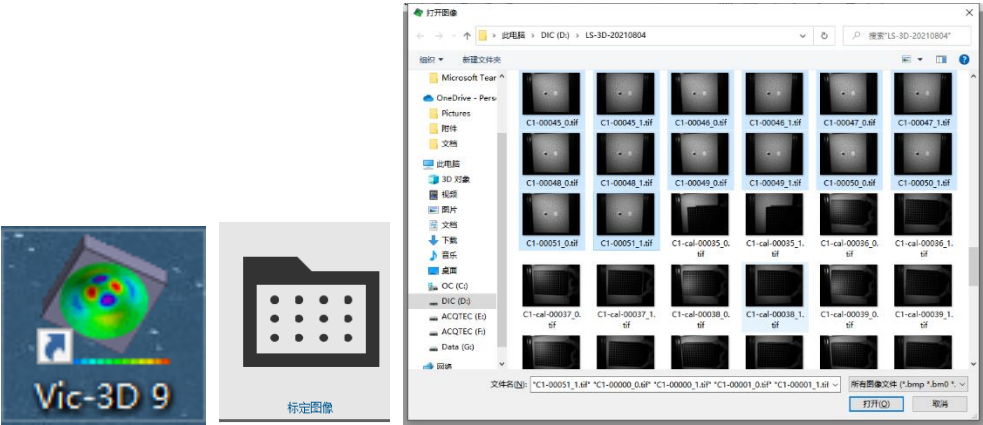

图 15
- 1、使用 Vic-Snap 软件对标定板进行 25-30 张图片的拍摄后，打开 **Vic-3D 软件-找到标定图像-将标定图像导入**，如图 15 所示。